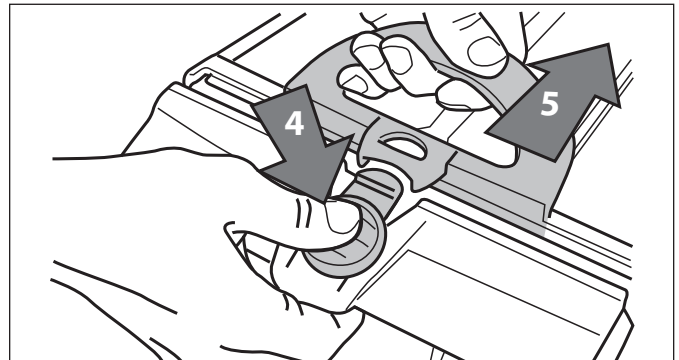

Figure 25. Ouvrir le panier filtrant
7. Appuyer sur le bouton de déverrouillage rapide de l'assemblage du panier (4) et retirer l'ensemble filtre pour l'ouvrir (5). Se référer à la Figure 25